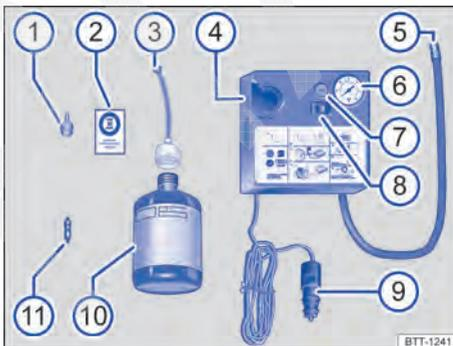

Fig. 236 Componentes do kit de reparo dos pneus (representação esquemática).
O kit de reparo dos pneus encontra-se no compartimento de bagagem sob o revestimento do assoalho. Ele é composto pelos seguintes componentes → Fig. 236:
- 12. Colar a etiqueta adesiva → Fig. 236 ② do kit de reparo dos pneus no campo de visão do condutor no painel de instrumentos.
- Com a chave para remoção do elemento da válvula → Fig. 236 ①, desrosquear o elemento da válvula da válvula do pneu e colocar sobre uma superfície limpa.
- Agitar a garrafa de enchimento dos pneus → Fig. 236 ⑩ algumas vezes com força.
- Rosquear a mangueira de enchimento → Fig. 236 ③ com firmeza no sentido horário sobre a garrafa de enchimento dos pneus. A película na tampa é perfurada automaticamente.
- Remover o bujão da mangueira de enchimento → Fig. 236 ③ e introduzir a extremidade aberta totalmente na válvula do pneu.
- Rosquear novamente o elemento da válvula com a chave para remoção do elemento da válvula → Fig. 236 ① na válvula do pneu.
- Rosquear a mangueira de enchimento dos pneus → Fig. 236 ⑤ do compressor de ar com firmeza na válvula do pneu.
- Encaixar o conector do cabo → Fig. 236 ⑨ em uma tomada 12 V do veículo → Página 182.
- Ligar o compressor de ar com o interruptor LIGA-DESLIGA → Fig. 236 ⑧.
- Deixar o compressor de ar funcionar até atingir 2,0 – 2,5 bar (29 – 36 psi / 200 – 250 kPa) → **▲ Tempo de funcionamento máximo de 8 minutos** → ⑩.
Reconectar a mangueira de enchimento dos pneus → Fig. 236 ⑤ e ler a pressão dos pneus no manômetro de pressão dos pneus ⑥.